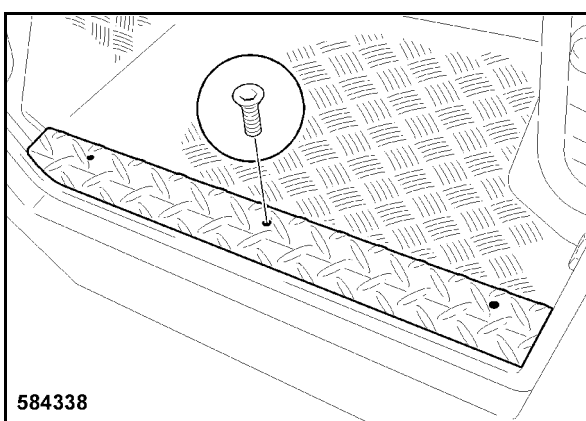

Fig. 219
- Colocar la chapa gofrada 1 (Fig. 219) y apretar los tres tornillos de fijación (2).